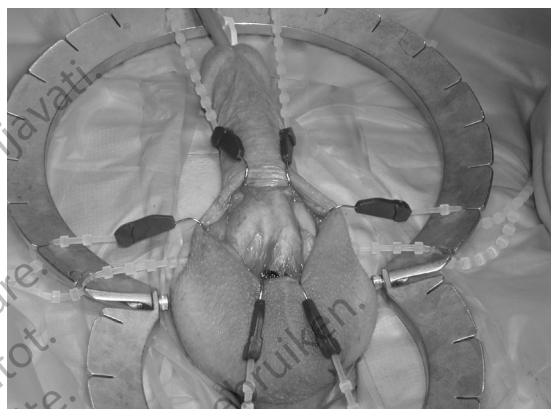

Figura 4-13.
2. Eseguire una incisione scrotale trasversale alta, arrivando fino al tessuto sottocutaneo. Sollevare l'incisione fino al pene e stabilizzare con un divaricatore e ganci smussi nelle seguenti posizioni: ore 1, 3, 5, 7, 9 e 11. Questi ganci fissano l'incisione scrotale al pene evitando una dissezione non voluta nello scroto. L'incisione scrotale offre un ottimo accesso al bulbo uretrale prossimale e negli spazi retropubici e della fascia di Dartos, lasciando il muscolo bulbocavernoso intatto. (**Figura 4-13**)